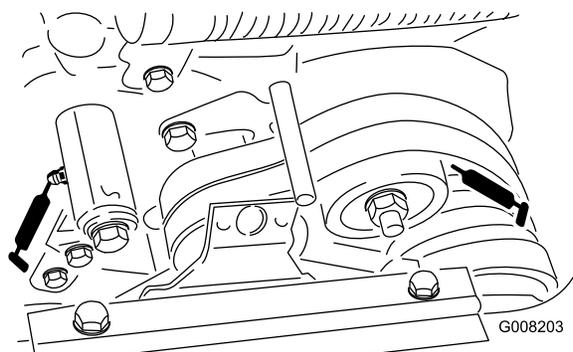

図 17
- ・ ベルト・アイドラのピボット (2ヶ所) (図 17)。